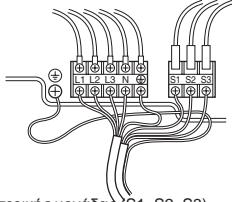

Fig. 6-2
6.1. Εξωτερική μονάδα (Fig. 6-1, Fig. 6-2)
① Αφαιρέστε το πλαστικό συντήρησης.
② Συνδέστε τα καλώδια που αναφέρονται στην Fig. 6-1 και στην Fig. 6-2.